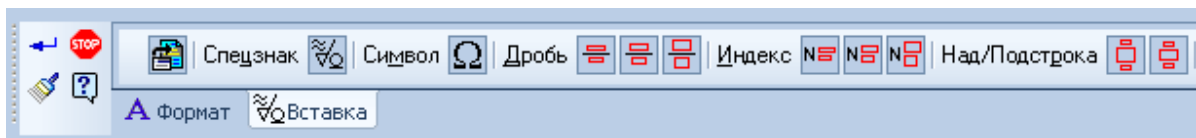
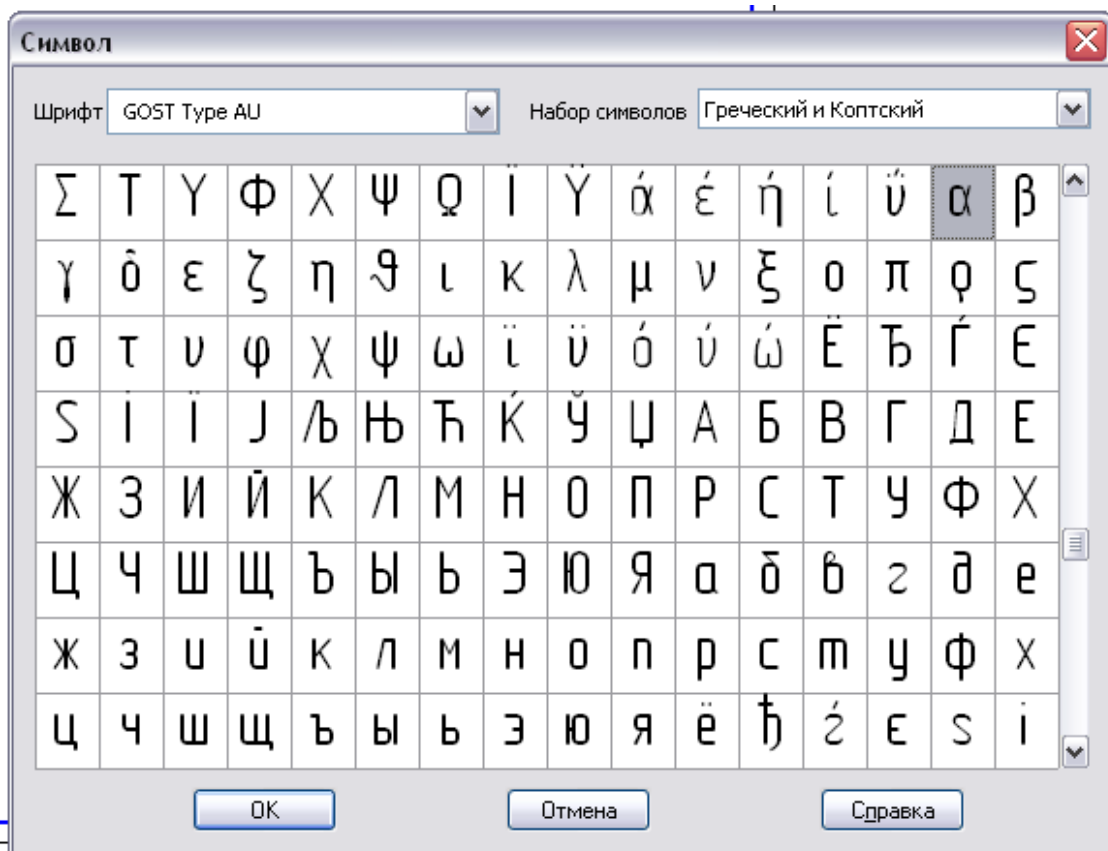

Рис. 2.6.5
Рис. 2.6.6
8. Написи у таблиці виконати вибором на **Панели свойств** вкладки **Вставка** команд **Спецзнак**, **Символ**, **Дробь** (рис. 2.6.5) здійснити написи. Символи писати шрифтом **GOST Type AU** (рис. 2.6.6).